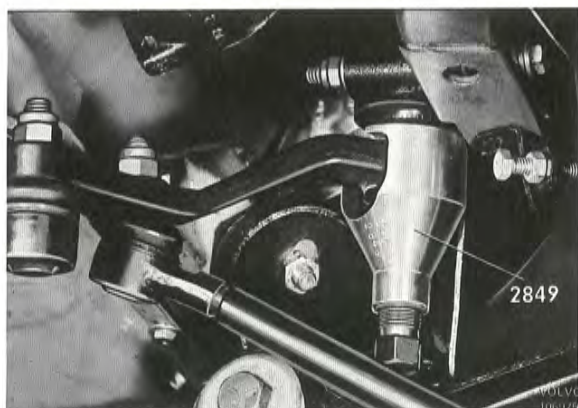

Bild 56. Demontering av pitmanarm
2. Demontera låsmuttern för pitmanarmen. Dra av pitmanarmen med avdragare 2849. Vid anbringande av avdragare vrids hjulen helt till höger, se bild 56.